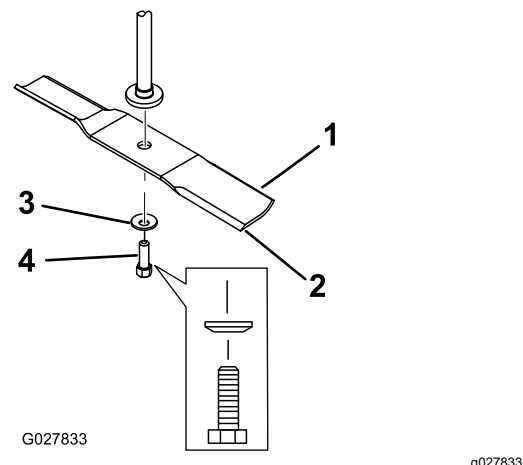

Figura 61
2. Togliete il bullone, la rondella curva e la lama dall'asse del fusello (Figura 61).
1. Montate la lama sull'asse del mandrino (Figura 61).
2. Montate la rondella curva (lato concavo verso la lama) e il bullone della lama (Figura 61).